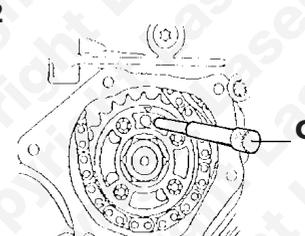

Fig. 3
3. La cheville de blocage du vilebrequin (D) est utilisée pour bloquer le vilebrequin dans la position PMH. Cet outil est installé à travers l'ouverture du capteur d'impulsions du vilebrequin dans le bloc moteur et il s'insère dans une encoche du vilebrequin. (voir la Fig.3)